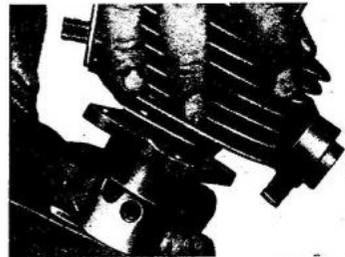

Abb. 61 Zylinder aufsetzen
5. Pleuellager mit den Fingern oder mit einem Spannband zusammendrücken und den Zylinder über den Pleuellager führen. (Siehe Abb. 61.)